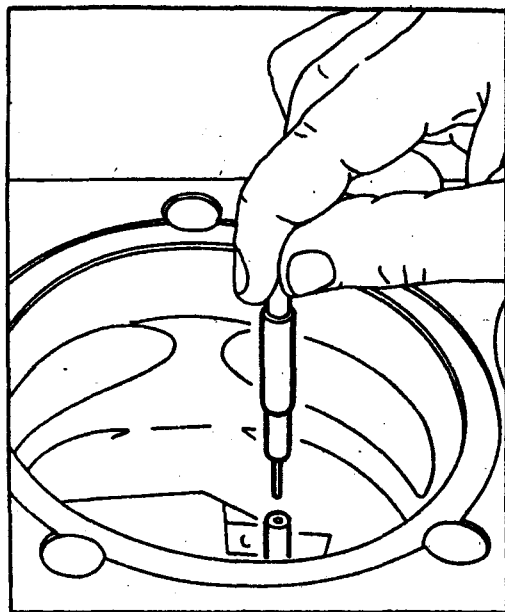

Рис. 21. Проверка правильности установки масляной форсунки
2. Установить четыре масляные форсунки охлаждения поршней, затянуть болты крепления форсунок моментом 2,4-3,6 даН·м (2,4-3,6 кгс·м). Проверить правильность установки форсунок приспособлением типа 6999-7916, (рис. 21 и 22), при необходимости подогнуть носики форсунок оправкой.